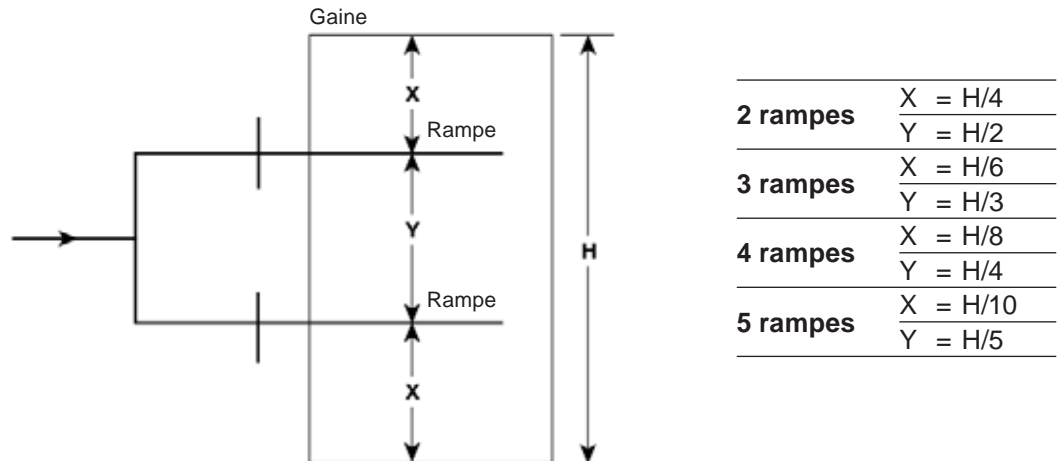

Fig. 3
- 3.2.6** Pour les installations à plusieurs rampes, celles-ci sont montées afin d'obtenir une distribution homogène de la vapeur sur toute la section de gaine, comme montré sur la Fig. 3. On portera une attention particulière au positionnement de l'arrivée principale de vapeur sur le collecteur d'alimentation des rampes (voir Fig. 5, 11, 12 et 13).
3.3.3 Pour vous aider à s'assurer qu'il n'y ait pas de problème de condensation dans la gaine, et obtenir une distance d'absorption minimum, la (les) rampe(s) sera positionnée comme indiqué sur la Fig. 3.